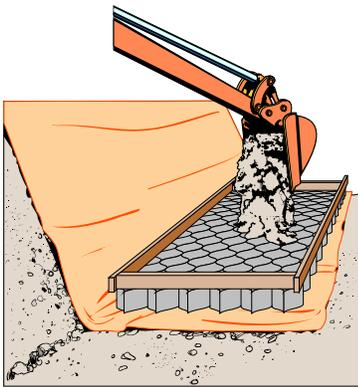
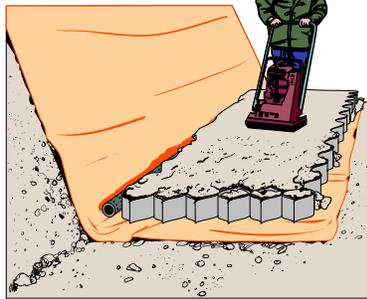
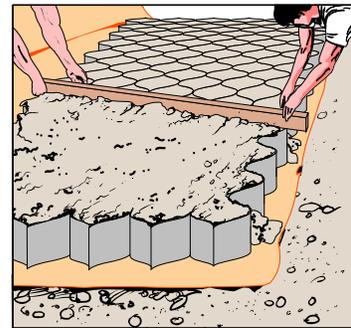

Figura 5 Colocación del Relleno
Figura 6 Compactación del Relleno
Figura 7 Nivelación del Relleno
| Figura 5 Colocación del Relleno | 2 |
| Figura 6 Compactación del Relleno..... | 2 |
| Figura 7 Nivelación del Relleno | 2 |
- Las ilustraciones a continuación muestran los procedimientos normales de llenado, compactación y nivelación, que se aplican para todas las capas de Geoweb®. Ver Figura 5, Figura 6 y Figura 7.